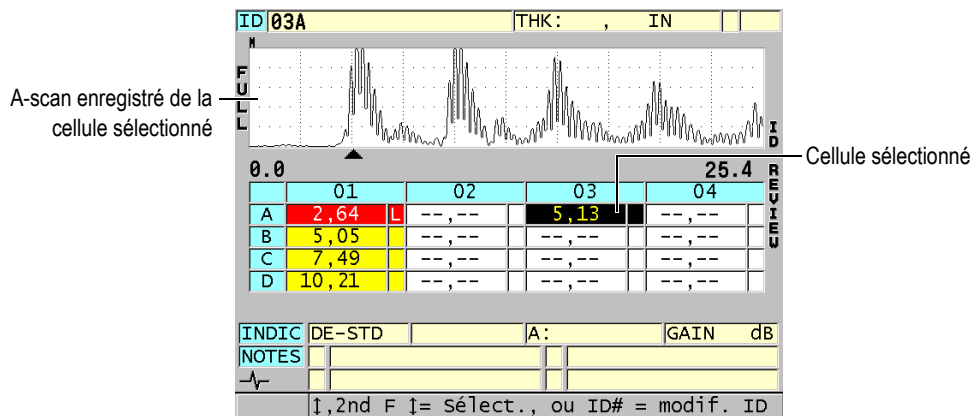

Figure 10-13 Cellule sélectionnée de la grille de la base de données dans l'écran ID review
3. Dans l'écran **ID review**, faites ce qui suit (voir la Figure 10-13 à la page 172) :